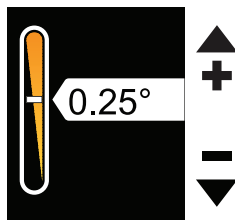

图14-17: 设置自订加温速率
- 如果您选择“设置自订”，点击“增加”和“减少”按钮以设置速率 (第14-29页，图14-17)。